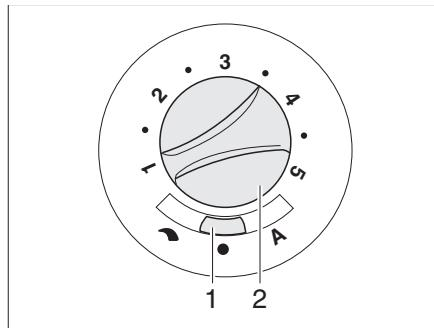

Fig. 109 Interruttore di comando per la ventola di ricircolo dell'aria (12 V)
- Posizionare l'interruttore a scorrimento (Fig. 109,1) su "↷" (regolazione manuale) o "↶" (funzionamento automatico).
- Se l'interruttore a scorrimento (Fig. 109,1) è posizionato su "↷" (regolazione manuale): Impostare con la manopola (Fig. 109,2) la prestazione desiderata della ventola di ricircolo dell'aria.
- Posizionare l'interruttore a scorrimento (Fig. 109,1) su "●" (spento). A riscaldamento acceso, l'interruttore è disinserito.